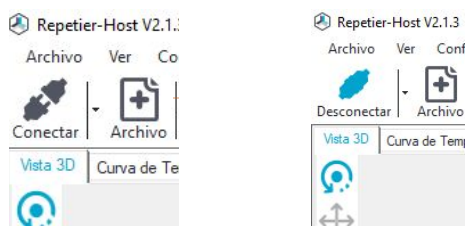

Figura 25. Conectar impresora con Repetier
1. Para imprimir con la impresora por medio del cable USB primero debemos asegurarnos que esté seleccionado el puerto correcto. (Ver aparte configurar impresora), encendemos el equipo y conectamos el cable USB al computador. Una vez la impresora esté encendida y tenga el cable USB, se ejecuta el software Repetier-Host. En la esquina superior izquierda se encuentra un icono “conectar”. Si el puerto configurado es el correcto, dando click a este ícono (Ver figura 25), el color debe cambiar de gris a azul para indicar que existe comunicación entre la impresora y el computador y el ícono se transforma como se muestra abajo.